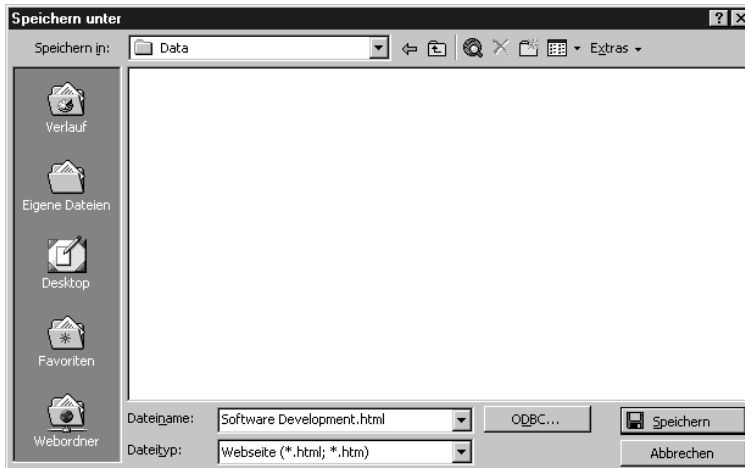

Abbildung 19.3:
1. Öffnen Sie Ihre Projektdatei und wählen Sie aus dem Menü DATEI, ALS WEBSEITE SPEICHERN. Das Dialogfeld SPEICHERN UNTER wird angezeigt (siehe Abbildung 19.3).